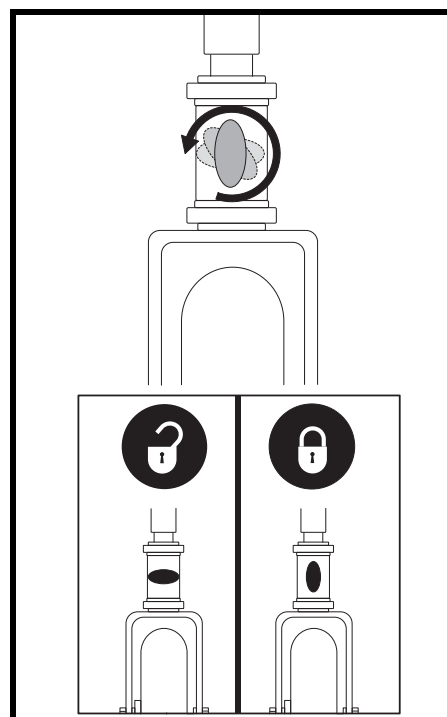

Figura 22. Manopola di blocco del manubrio (esclusivamente per il modello
1. Estrarre la chiave dall'apposito interruttore. *Per il modello 104,* bloccare il manubrio in posizione diritta in avanti spingendo la manopola di blocco del manubrio e ruotandola in senso orario di 90°. **Vedere figura 22.** La ruota anteriore deve essere rivolta in avanti per bloccare il manubrio.